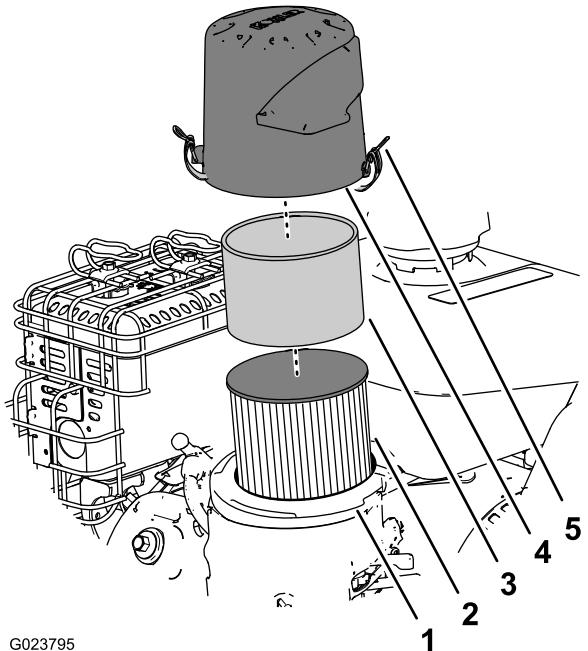

Figura 22
2. Retire la tapa y límpiala a fondo (Figura 22).
3. Retire el pre-limiador de espuma y lávelo con un detergente suave y agua, luego séquelo apretando suavemente con un paño (Figura 22).
4. Retire e inspeccione el filtro de aire de papel (Figura 22); deséchelo si está excesivamente sucio.
6. Instale el pre-limiador de espuma sobre el filtro de aire de papel (Figura 22).
7. Instale el filtro de aire en la base del filtro de aire (Figura 22).